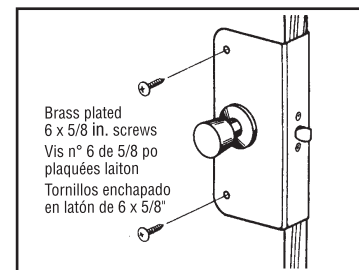

Fig. 5
**Step 5:** Install the side plate screws using the brass plated no. 6 x 5/8 in. truss head screws provided (**Fig. 5**).
**Étape 5:** Insérez les vis à tête bombée n° 6 de 5/8 po plaquées laiton fournies avec la plaque latérale (**Fig. 5**).
**Paso 5:** Instale los tornillos de cabeza en cruz enchapados en latón No. 6 x 5/8" en la placa lateral (**Fig. 5**).